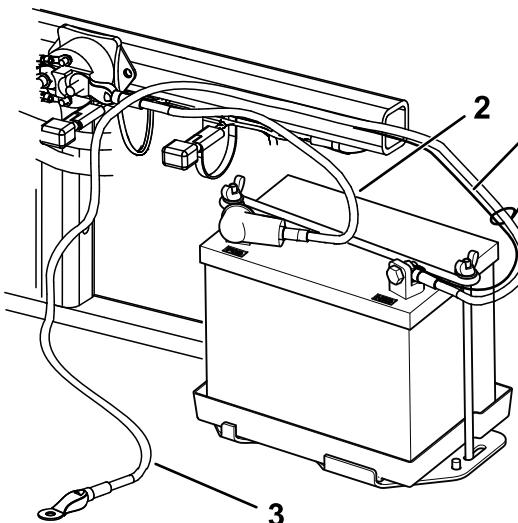

Figura 6
2. Fixe o cabo positivo (vermelho) ao terminal positivo (+) com um parafuso (1/4 pol. x 5/8 pol.) e uma porca de bloqueio (Figura 6).
3. Fixe o pequeno cabo preto e o cabo negativo (preto) ao terminal negativo (-) da bateria com um parafuso ($\frac{1}{4}$ pol. x $\frac{5}{8}$ pol.) e uma porca de bloqueio ($\frac{1}{4}$ pol.) (Figura 6).